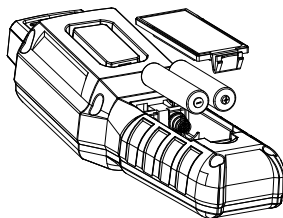

Abbildung 6
- a. Produkt wird von zwei 1,5V AAA-Batterien betrieben. Das Schema zur Installation und zum Austausch der Batterien ist in Abb. 6 dargestellt.